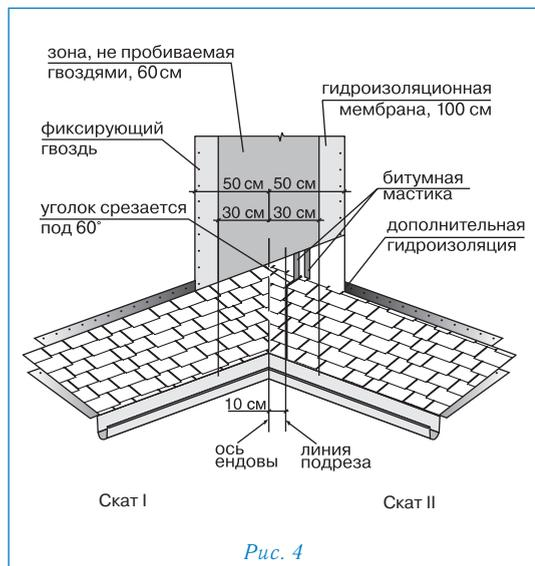

Рис. 4
Ендова (рис. 4)
- лист, подходящий к ендове со ската II, должен доходить до линии подрезки и обрезать по ней. Верхний уголок обрезанного края листа подрезается под углом 60° (5×3 см — рис. 4);